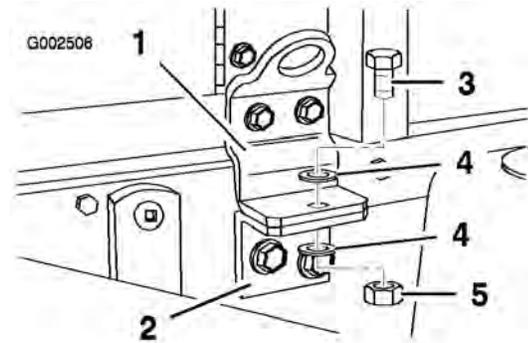

Figure 21
10. Fixez l'ensemble patin de cuve au châssis par un boulon (1/2 x 1-1/2 pouces), deux rondelles (1/2 pouce) et un contre-écrou (1/2 pouce), comme illustré à la Figure 21.